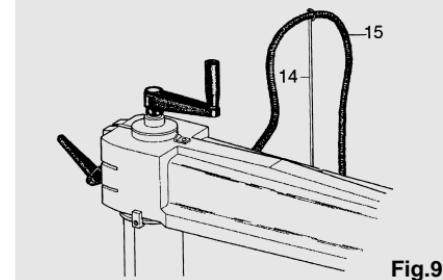

Fig.9
- Bevestig nu de veer (14) met de schroef, die al in de arm gedraaid zit, aan de arm en leid de elektrische kabel (15) van de motor door de oog daarvan, zoals aangegeven in fig. 9. Controleer dat de wagen vrij kan lopen zonder aan de kabel te trekken.